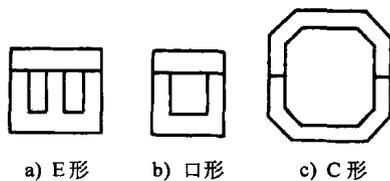

图 1-11 常用变压器铁心
(1) 铁心 变压器的铁心有“E”形、“口”形和“C”形等, 如图 1-11 所示。“E”形铁心使用较多, 用这种铁心制成的变压器, 铁心对绕组形成保护外壳。“口”形铁心用在大功率的变压器中。“C”形铁心采用新型材料, 具有体积小、重量轻、质量好等优点, 但制作要求高。